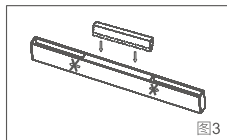
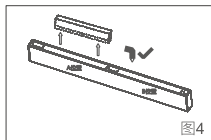

图3
图4
3.如需调节模组在灯体中的位置时应先拆下模组,再找到合适位置装入,切勿将已装入灯体的模组在灯体里左右推动,如图3~图4所示;